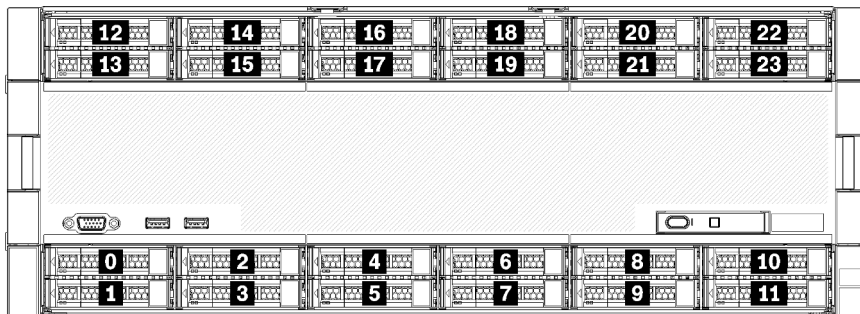

Figura 5. Locais do compartimento de unidade
- As duas unidades superiores oferecem suporte a unidades SAS, SATA ou de interface de NVMe (Lenovo AnyBay). O servidor pode oferecer suporte a até 12 unidades NVMe, dependendo da configuração do servidor. Os compartimentos de unidade NVMe são os compartimentos com numeração par, conforme mostrado em Figura 5 "Locais do compartimento de unidade" na página 19.